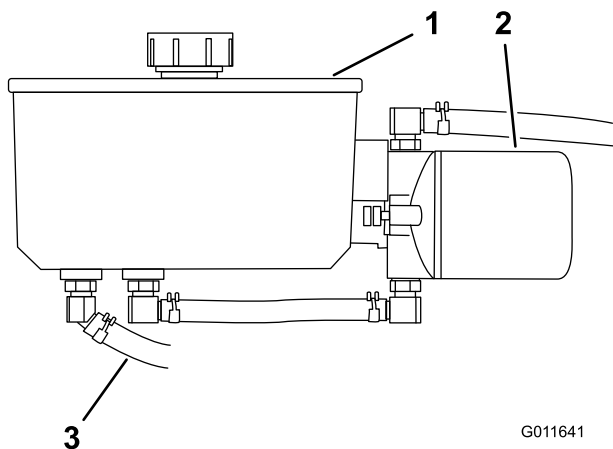

Bild 74
4. Stellen Sie eine Auffangwanne am vorderen Hydraulikschlauch unter den Hydraulikbehälter (Bild 74).